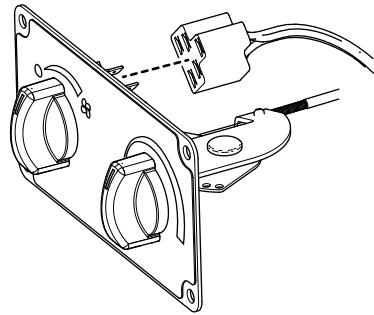

Bild 9
10. Stecken Sie den 5-poligen Stecker des Kitkabelbaums in die Rückseite des Luftstromschalters (Bild 9).